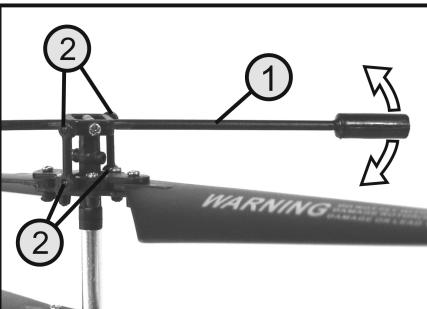

Figure 6
Déplacez à la main la barre de contrepoids d'un côté vers le haut et vers le bas (voir flèche sur la figure 6) et contrôlez la souplesse des articulations à rotule (2).
Ne resserrez pas trop les vis de fixation du support des pales (voir également la figure 6).